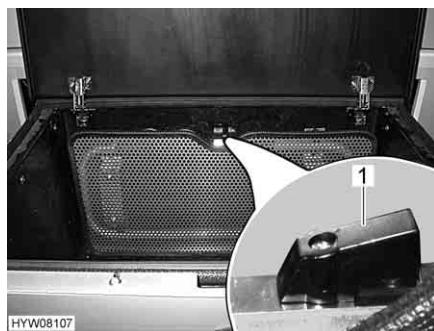

Fig. 127 Rubinetto per gavone estraibile sottopavimento
- Posizionare la leva (Fig. 127,1) del rubinetto parallelamente alla tubazione.
- Posizionare la leva (Fig. 127,1) del rubinetto trasversalmente alla tubazione.